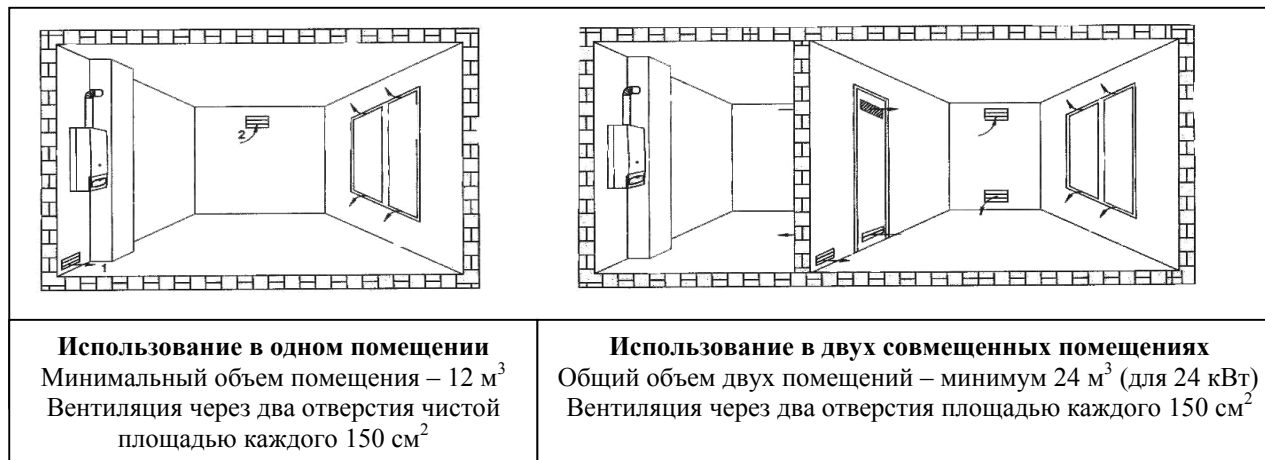

Рисунок 8
- Сообщающиеся помещения должны иметь постоянный приток свежего воздуха непосредственно с улицы. Два не закрывающихся вентиляционных отверстия, каждое площадью не менее 150 см^2 или одно отверстие площадью не менее 300 см^2 . Верхнее отверстие должно быть максимально приближено к потолку и располагаться на высоте не менее 180 см от пола, второе – возможно близко к полу. (Рисунок 8)